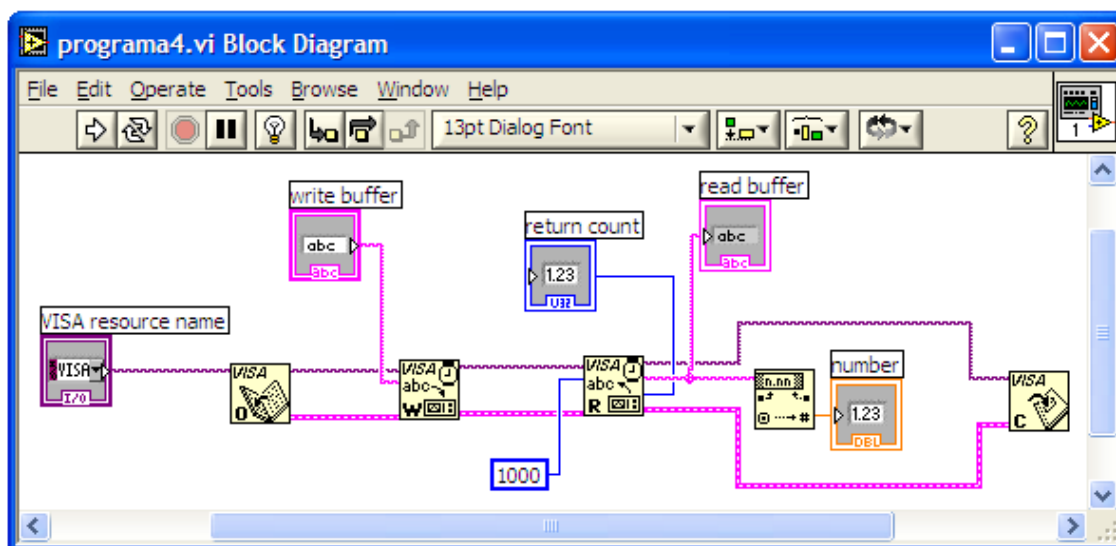

Figura 7.10: Diagrama a bloques del programa LabView para adquirir voltaje.
1. La herramienta VISA Open se utiliza para abrir la sesión de VISA (figura 7.10).